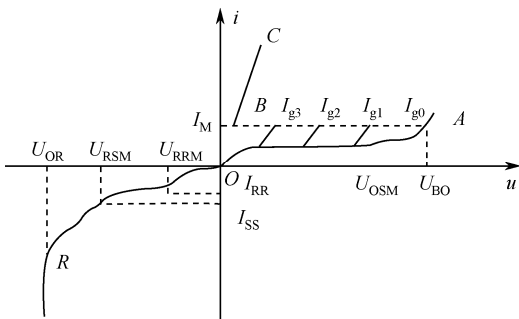

图 4-5 晶闸管伏安特性曲线
晶闸管阳极 A 与阴极 K 之间的电压与晶闸管阳极电流之间关系称为晶闸管的伏安特性，晶闸管的伏安特性曲线如图 4-5 所示。正向特性位于第一象限，反向特性位于第三象限。
当门极 G 开路、阳极加上反向电压时，晶闸管中只有很小的反向漏电流；当反向电压进一步提高到雪崩击穿电压后，反向电流迅速增加，如图 4-5 的特性曲线 OR 段所示。
当反向电压达到 U_{OR} 时，曲线开始弯曲。弯曲处 R 对应的电压 U_{OR} 称为反向转折电压。图 4-5 特性曲线 OR 段的 R 点对应的电压就是 U_{OR} 。当反向电压超过反向转折电压后，晶闸管就会发生永久性反向击穿而损坏。
闸管处于正向阻断状态。当阳极-阴极间的电压增大到一定数值后，晶闸管导通。使晶闸管从阻断转换为导通的电压 U_{BO} 称为正向转折电压。图 4-5 特性曲线 OA 段的 A 点对应的电压就是 U_{BO} 。
3) 负阻特性 当正向电压高于正向转折电压 U_{BO} 时，会发生雪崩击穿，产生雪崩倍增效应。只要电流稍有增加，电压便迅速下降，呈现负阻特性，如图 4-5 中的虚线 AB 段所示。这时 J_1 、 J_2 、 J_3 三个结均处于正偏，晶闸管便进入正向导电状态，即通态。
4) 导通后的伏安特性 晶闸管正向导通后的伏安特性与普通 PN 结的正向特性相似，如图 4-5 的 BC 段所示。